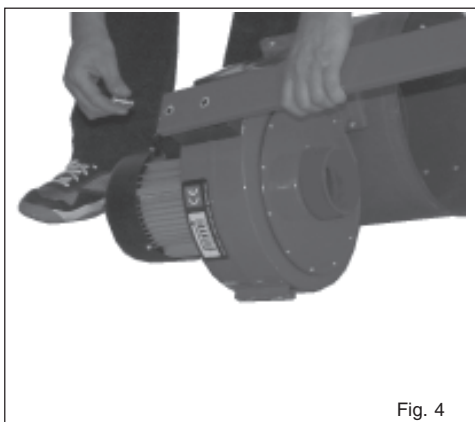

Fig. 4
3. Fissare i due supporti del collettore con sostegni su l'insieme motore utilizzando le viti, le rondelle e i dadi corrispondenti (Fig. 4).